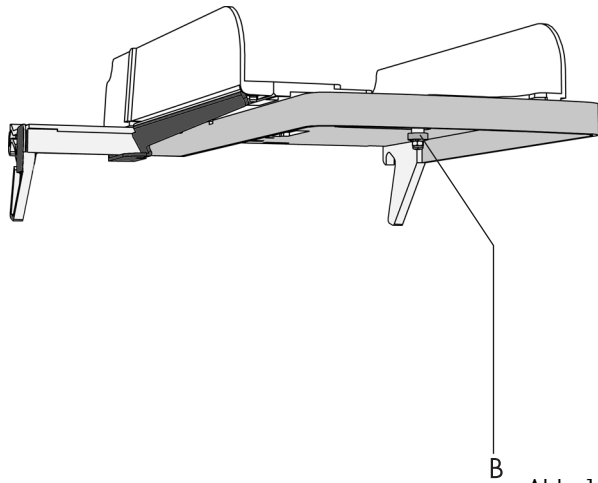

Abb. 14
- Knopf B um eine halbe Drehung lösen (Abb. 14).